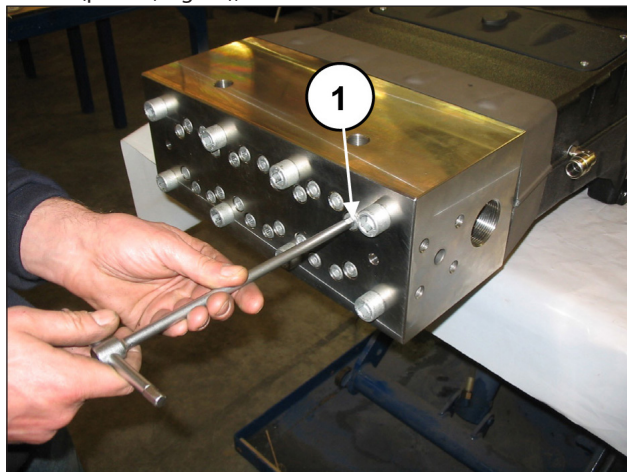
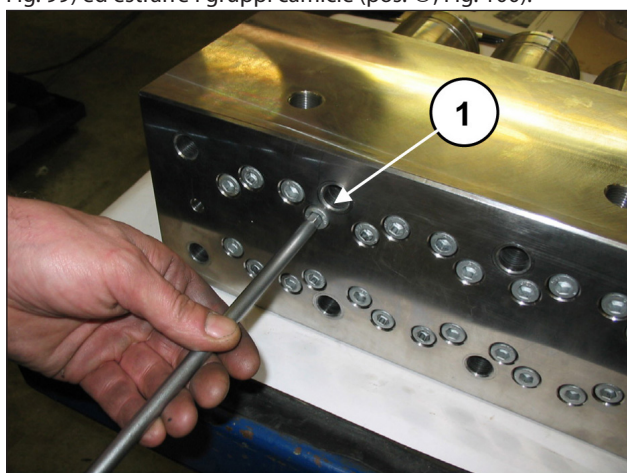
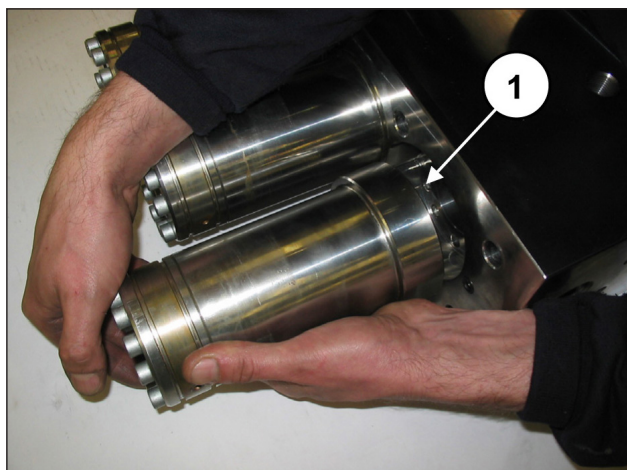

Fig. 94
Fig. 99
Fig. 100
Allentare, senza rimuovere, le viti M10x140 fissaggio camicie a testata (pos. ①, Fig. 94), in modo da renderle libere.
Rimuovere le viti M10x140 fissaggio camicie a testata (pos. ①, Fig. 99) ed estrarre i gruppi camicie (pos. ①, Fig. 100).
Il gruppo pistone non necessita di manutenzione periodica. Gli interventi sono limitati al solo controllo visivo del drenaggio del circuito di raffreddamento. Qualora si presentassero anomalie / oscillazioni sul manometro di mandata o pulsazioni del tubo di drenaggio del circuito di raffreddamento (se elastico), sarà necessario procedere al controllo e alla eventuale sostituzione del pacco tenute. Per l'estrazione dei gruppi pistone operare come segue: Separare la testata e il distanziale per camicie dal carter pompa come indicato nel par. 2.2.1 (da Fig. 94 a Fig. 100). Rimuovere il coperchio di ispezione superiore svitando le 2 viti di fissaggio (pos. ①, Fig. 107).